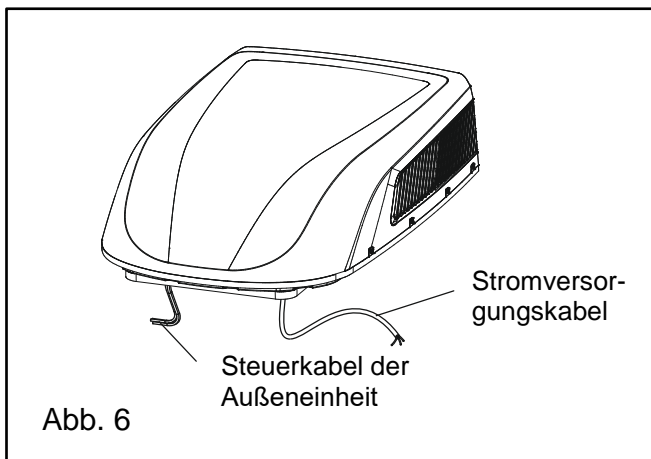

Abb. 6
1. Aus der Außeneinheit sind zwei Kabel ausgeführt: Stromversorgungskabel (Starkstromkabel) und Steuerkabel, wie in Abb. 6 gezeigt. Die Stromversorgungsleiter sind direkt an den Stromversorgungsklemmen, das Steuerkabel am Anschluss für die Steuerung der Inneneinheit anzuschließen.